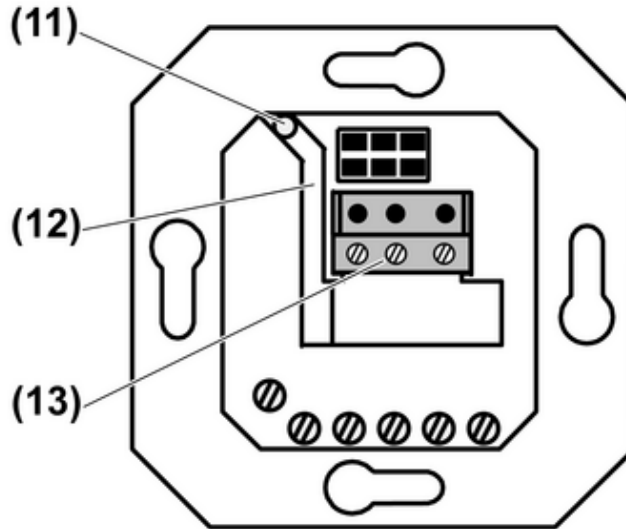
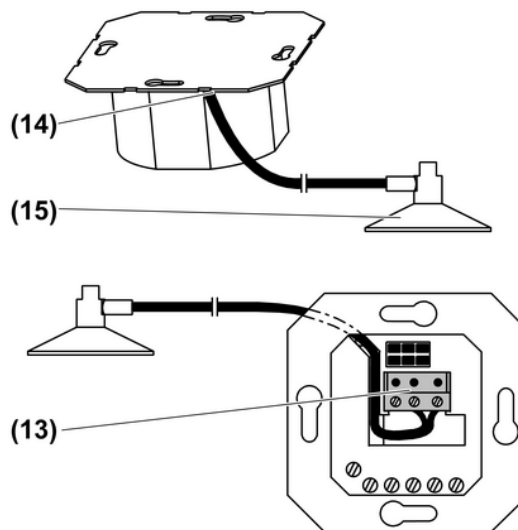
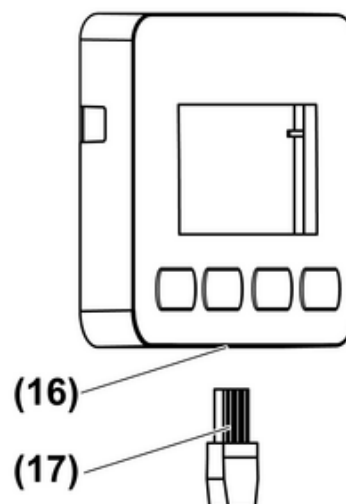

Bild 8: Unterputz-Verlegung der Sensorleitung
Bild 9: Aufputz-Verlegung der Sensorleitung
Bild 11: Sonnensensor am Aufsatz
- Bei Jalousieaufsatz mit Sensorauswertung die Sensorleitung entsprechend (Bild 8) oder (Bild 9) installieren (Sensorleitung installieren).
Die Installation der Sensorleitung kann auf drei unterschiedlichen Arten erfolgen. Unterputz-Verlegung (Bild 8), Aufputz-Verlegung (Bild 9) und bei entsprechenden Aufsätzen, Sensorleitung am Aufsatz einstecken (Bild 11).
- Die Leitung durch die Bohrung (11) des Einsatzes stecken und durch den Leitungskanal (12) zum Klemmenblock (13) führen (Bild 8).
- Zur Aufputz-Verlegung des Innensensors (15) den Stecker abschneiden.
- Die Sensorleitung hinter der Tragplatte (14) durch den Leitungskanal zur Anschlussklemme (13) führen (Bild 9).
- Stecker (17) in die Buchse des Einsatzes (16) einstecken (Bild 11).